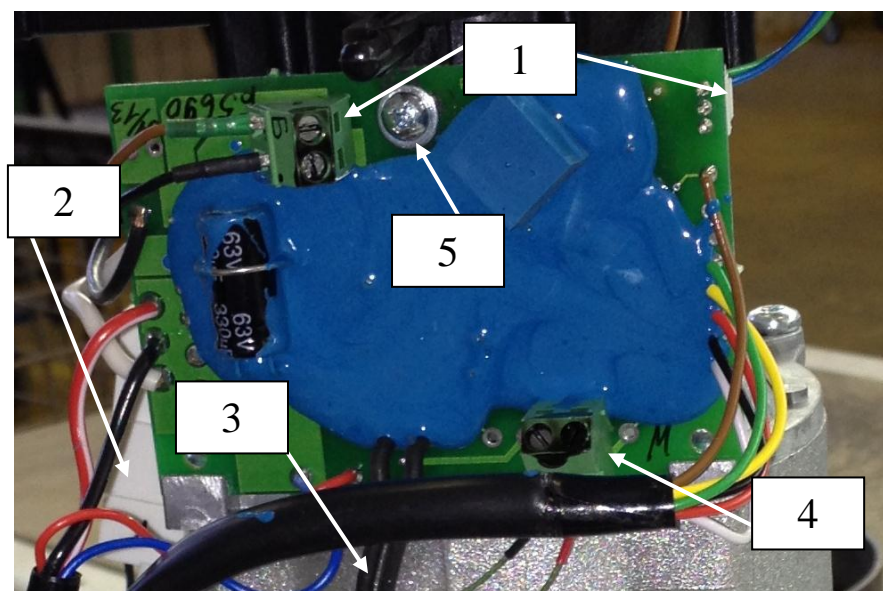

Рис.9 – Блок управления
- отсоединить контакты проводов индикатора пламени от разъема блока управления (позиция 4, рис.9);
- отсоединить контакты проводов и разъем электродвигателя от разъемов блока управления (позиция 1, рис.9);
- отвернуть винт крепления блока управления (позиция 5, рис.9), снять блок управления;
- разъединить свечной разъем (позиция 2, рис.9);
- отсоединить контакты проводов индикатора пламени от блока управления (позиция 4, рис.9);
- отсоединить контакты проводов блока управления от разъемов датчика перегрева (позиция 3, рис.9);
- отвернуть винт крепления блока управления (позиция 5, рис.9);